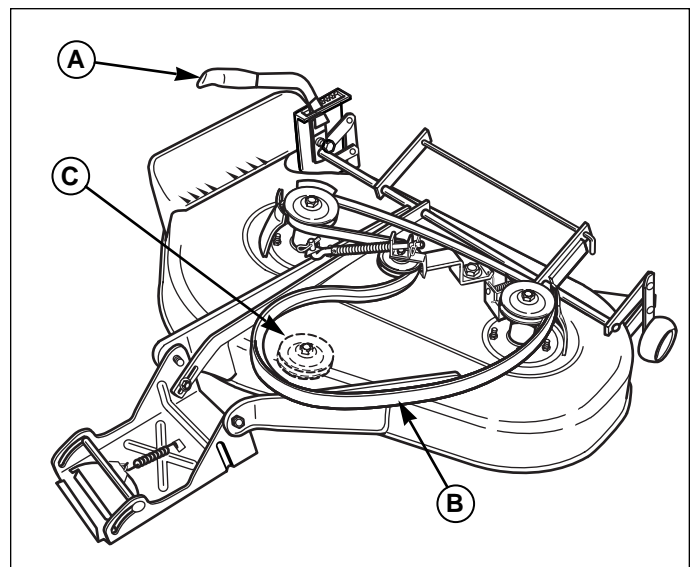

Figure 7. Cheminement de la courroie de tondeuse – Tondeuse de 97 cm
2. Mettre la tondeuse sur la position de coupe la plus basse, à l'aide du levier de réglage de hauteur (A, Figures 7 et 8).
7. Installer la courroie d'entraînement de la tondeuse (B, Figures 7 et 8) sur la poulie du moteur ; plier légèrement en arrière le guide de la courroie pour passer la courroie sur la poulie.
1. Tirer sur le levier de réglage de hauteur (A, Figures 7 et 8) vers l'arrière et à gauche pour le dégager.